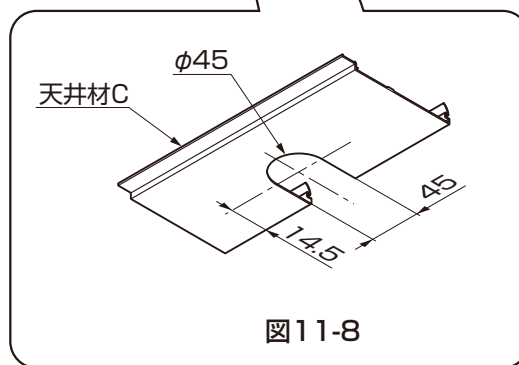

図11-8
- ②アタッチメントパッキンを雨樋アタッチメントに貼付けて樋に【6-1】で取付けてください。
- ③天井材Cの堅樋がつく位置を確定し、切欠きを現場加工してください。(図11-8参照)
- ④天井材を取付けてください。